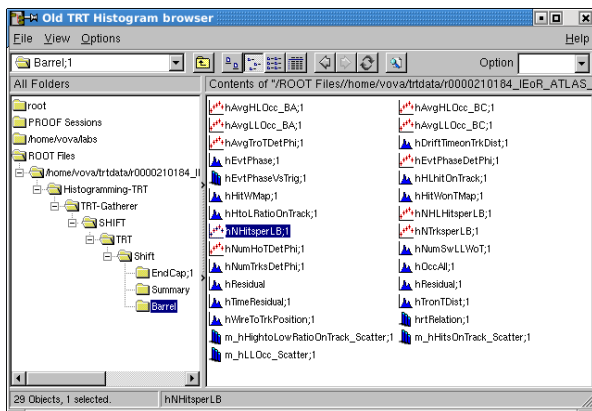
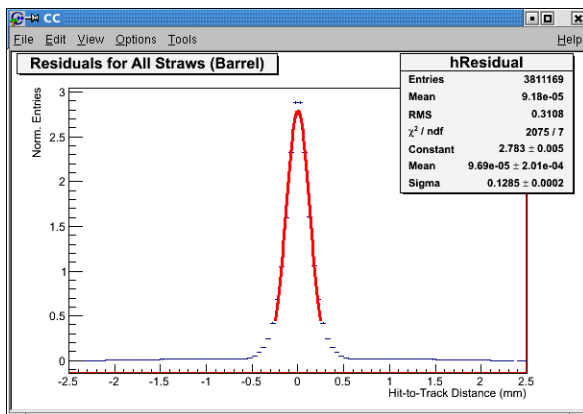

Рис. 3.5
Рис. 3.6
17. Запустите TRTViewer в режиме ATHENA_Viewer, в котором источником данных являются сохраненные общей для ATLAS on-line программой мониторинга ROOT файлы. Откройте ROOT браузер для просмотра гистограмм. В папке Histogramming-TRT/TRT-Gatherer/SHIFT/TRT/Shift/Expert найдите гистограмму hResidual. (см пример на рис. 3.5) Что она показывает? Профитируйте центральную часть этой гистограммы распределением Гаусса. О чем говорит количественно полученный в результате фитирования параметр Sigma? (см пример на рис. 3.6)